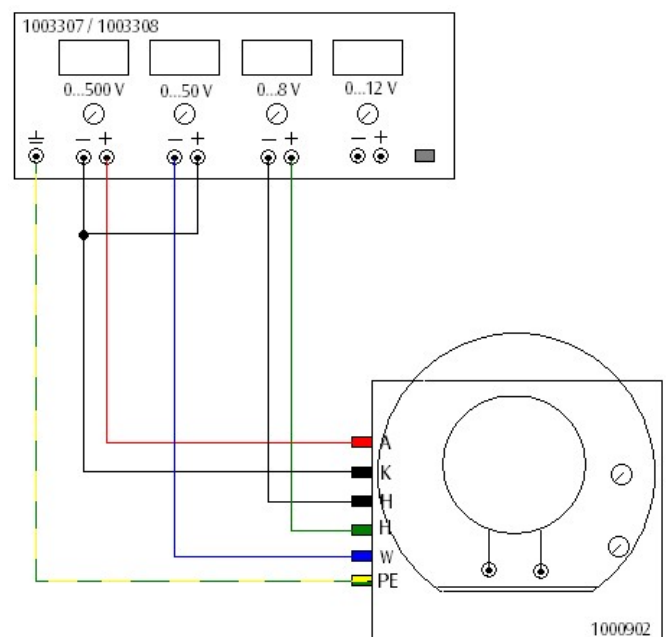

Fig. 4: Anschluss des Lehrsilloskops an das Netzgerät.
- Eingänge des Lehrsilloskops mit den Ausgängen des Netzgeräts gemäß Fig. 4 mit den angegebenen Spannungen verbinden.
- Beschaltung gemäß Fig. 4 vornehmen.